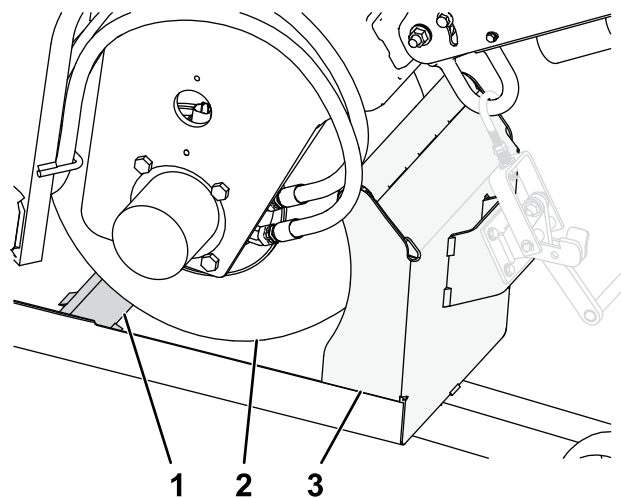

Figura 5
4. Mergeți pe sol în timp ce ghidați uor maina pentru urcarea pe rampă și pe remorcă, până când roata din față trece peste cricul integrat și se sprijină pe apărătoarea din față a remorcii (Figura 5).